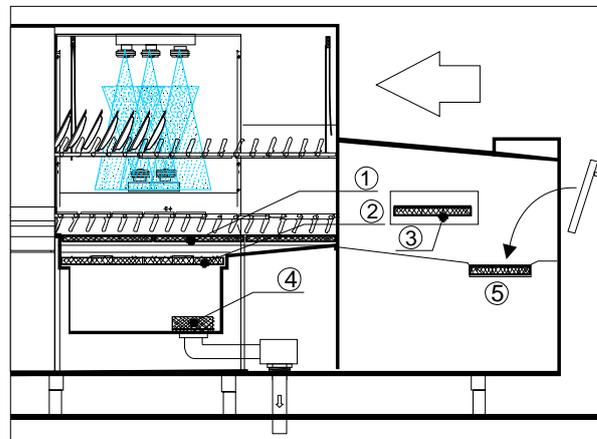

Fig. 4 - Zona prelavaggio
- 3) Periodicamente fermare la macchina e togliere i filtri a cassetto del prelavaggio (quando esiste) (fig.4 filtro n.1-2) e di lavaggio e il filtro a cassetto sulla mensola entrata (fig.4 filtro n.3) e liberarli dai rifiuti che vi sono accumulati.
E' possibile estrarre e pulire i filtri di prelavaggio (fig.4 filtro n.1-2) senza dover interrompere il ciclo di lavoro. All'apertura dello sportello della zona di Prelavaggio si blocca l'avanzamento del nastro trasportatore e il funzionamento dei getti di prelavaggio: è possibile estrarre quindi i cassettei filtro e pulirli dai residui .
Nel caso venga estratto il cassetto filtro sulla mensola entrata (fig.4 filtro n.3 e n.5) per la pulizia dello stesso, si interromperà solamente l'avanzamento del nastro che riprenderà quando il cassetto sarà riposto nella sua sede.
5 – Estrarre e pulire attentamente i filtri piani a cassetto delle vasche (fig.4 n. 2) e quelli a cestello del prelavaggio (fig.4 n. 1) (quando esiste) e lavarli accuratamente senza batterli contro il pavimento od altro . Quando l'acqua si é completamente scaricata lavare con un getto d'acqua l'interno della macchina.
6 – A vasche vuote togliere e lavare i filtri aspirazione pompe (fig. 4 filtro numero 4).